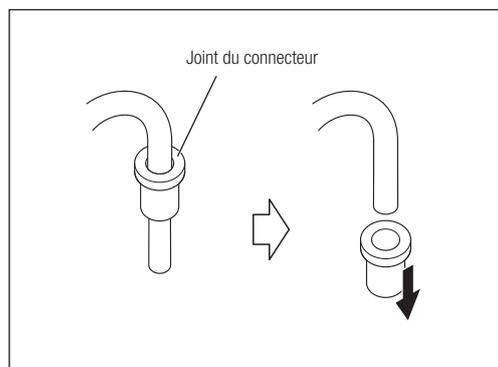

Fig. 52
- 4) Enlevez le joint du connecteur du tube d'irrigation. Ne le jetez pas. Vous pouvez utiliser ce joint sur la pompe d'irrigation de rechange (Fig. 52).